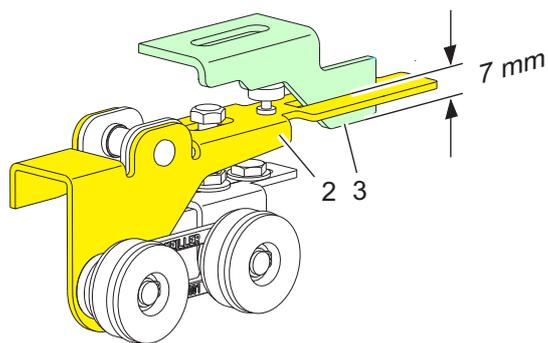

Abb. 49
- Sicherstellen, dass der Abstand (X) zwischen Riegel (2) und Riegelraste (3) 2 mm beträgt, ggf. einstellen (Einstellung: Zwei Muttern (4))
- Der Abstand (Y) der Kontaktbrücke (8) zum Türkontakt (9) muss 5 mm betragen, ggf. mit Gummipuffer (6) einstellen. (Darstellung Eingriffstiefe siehe Abb. 49)